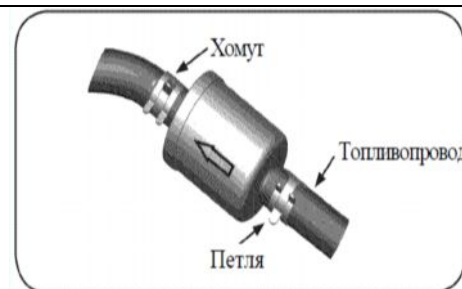

Рис. 23
1. Используйте плоскогубцы, чтобы сжать выступы на втором хомуте (расположенном на выходной стороне фильтра), а затем отодвиньте хомут в сторону от топливного фильтра, См. Рис. 23.